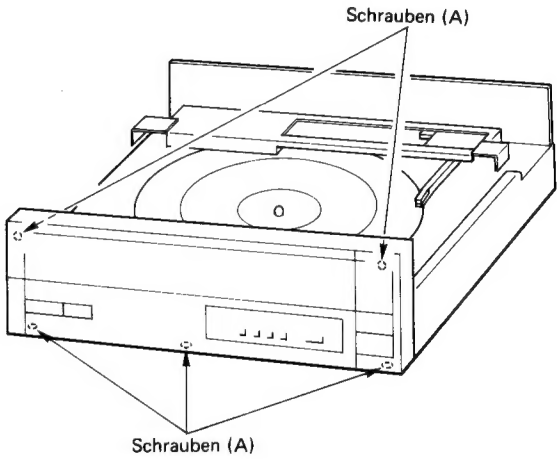

Abb. 7
Die fünf Schrauben (A) entfernen. (Abb. 7)